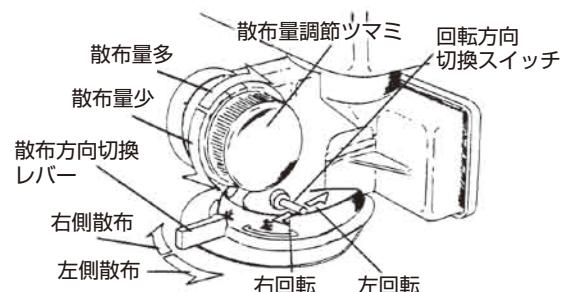

図6
3. 回転方向切換スイッチで“右回転”または“左回転”に入れ、モーターを回転させて下さい。(図6)
4. 散布量調節ツマミを手前へ回すと、シャッターが開き、肥料、農薬を散布することができます。(図6)